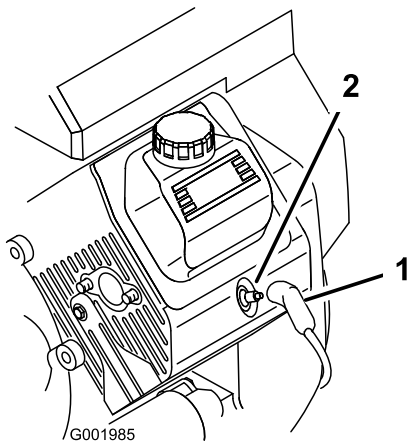

Figura 53
- Staccate il cappellotto dalle candele (Figura 53).
3. Collegate i cappellotti alle candele (Figura 53).